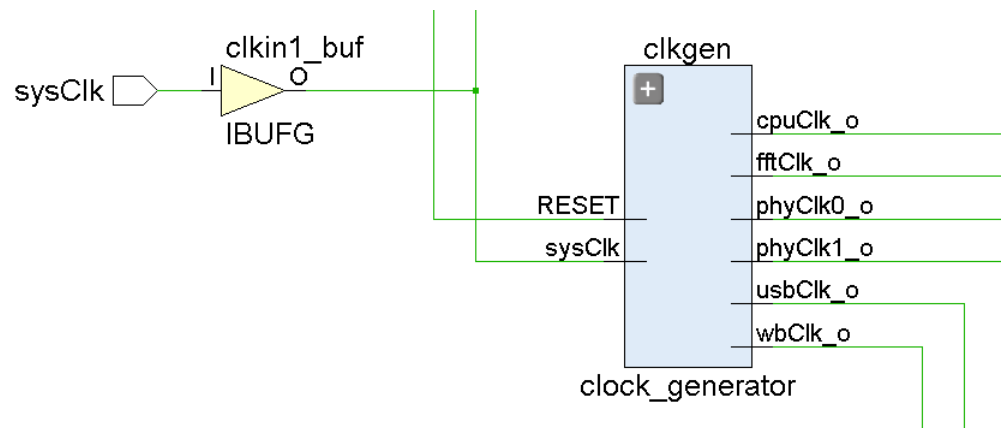

図 4-50：回路図ピンのダブルクリック
- インスタンスのピンをダブルクリックすると、ネットが階層の下方向へ、もしくは上方向へトレースされます。ピンは、図 4-50 に示すように、回路図シンボルの内側と外側に表示されます。シンボルの内側または外側のどちらをクリックするかで、展開方向が変わります。